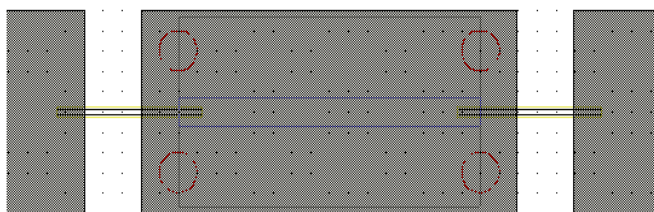
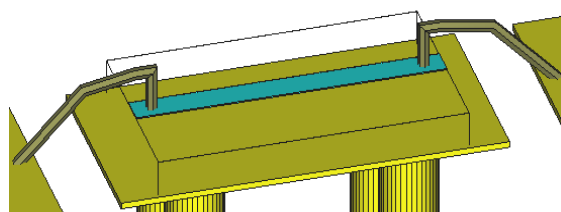

Рис. 67
Рис. 68
- Поместите курсор на правый конец входного проводника и щёлкните мышкой, чтобы закрепить. Двухмерное отображение должно выглядеть, как на рис. 67, а трёхмерное - на рис. 68.